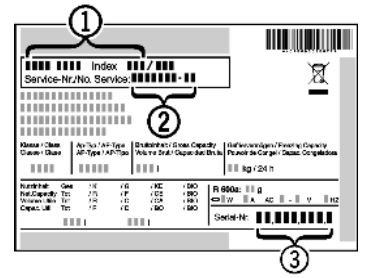

Fig. 17
- ▶ Gerätebezeichnung *Fig. 17 (1)*, Service-Nr. *Fig. 17 (2)* und Serial-Nr. *Fig. 17 (3)* vom Typenschild ablesen. Das Typenschild befindet sich an der linken Geräteinnenseite.
- ▶ Den Kundendienst benachrichtigen und den Fehler, Gerätebezeichnung *Fig. 17 (1)*, Service-Nr. *Fig. 17 (2)* und Serial-Nr. *Fig. 17 (3)* mitteilen.